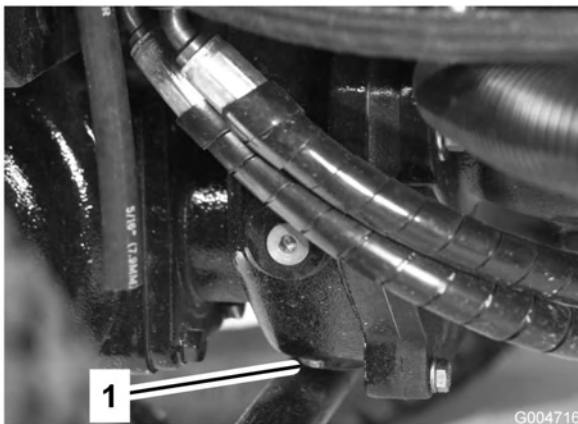

Bild 60
5. Reinigen Sie den Bereich um die Ablassschraube an der Unterseite des Getriebes (Bild 60).